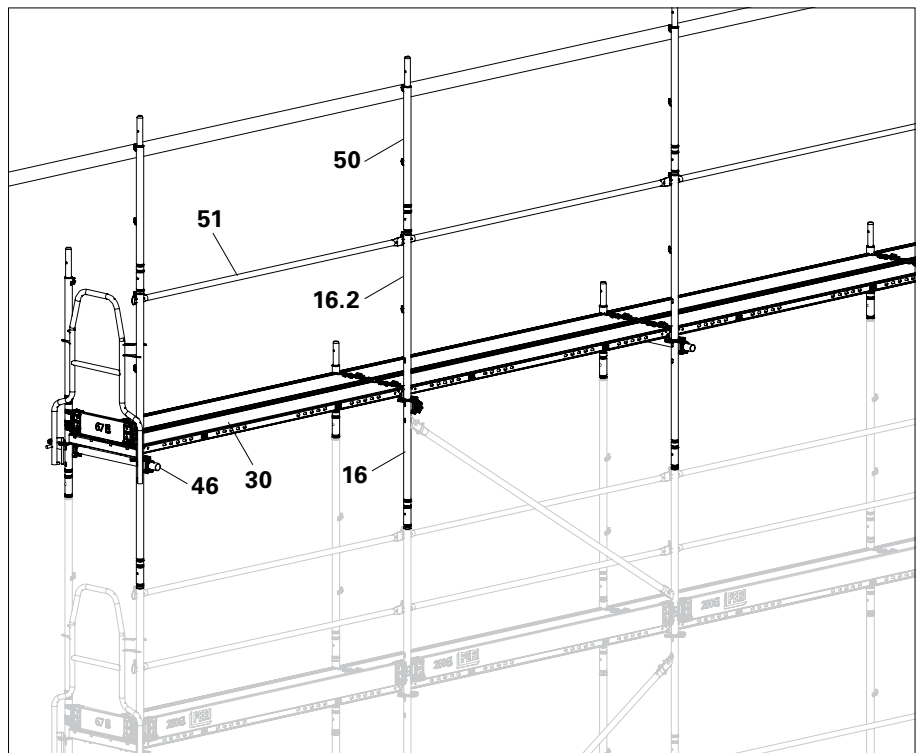

Abb. D2.06
1. Oberste Gerüstlage mit Easyrahmen EVF (16) und vorlaufendem Geländerholm EPG (51) aufbauen. Stahlbeläge EDS (30) einlegen.
2. Auf Außenrohr (16.2) Geländerpfosten EVP (50) aufstecken.
- In Schutzwandlage jeden zweiten Rahmenzug mit Gerüsthalter UWT (46) an Innen- und Außenstiel verankern; alternativ mit Dreiecksanker am Innenstiel verankern.
- (Abb. D2.06)